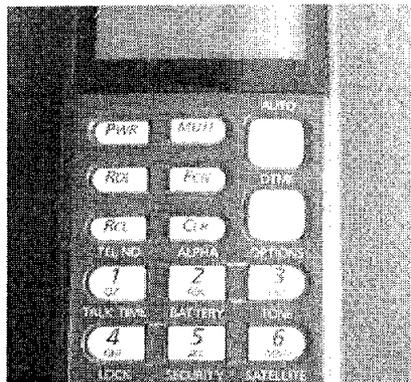

FIG. 28
2. Oprima el botón del teléfono que dice PWR hasta que se encienda la pantalla ver fig. 28.